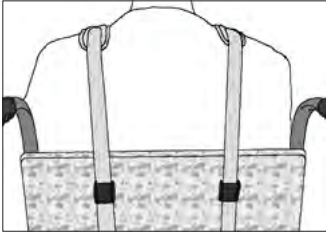

Abbildung 6
1. Bestimmen Sie, wo die vier Cam-Schnallen an der Rückenlehne befestigt werden sollen. Bohren Sie Löcher oder benutzen Sie die Einschlagmuttern an der Rückenlehne, um die Cam-Schnallen mit geeigneten Schrauben oder Bolzen (nicht im Lieferumfang enthalten) zu befestigen. Beziehen auf Abb. 6 & 7.